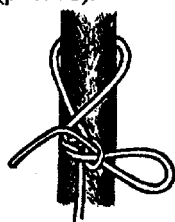

Рис. 71.
4. Пальцами левой руки отводим ходовой конец влево – вверх, а пальцами правой руки быстро беремся за веревку ходового конца и втягиваем ее в калышку, образуя петлю. В этот момент на ходовом конце образуется петля, которая, следуя за правой рукой, протаскивается в калышку (рис. 71).